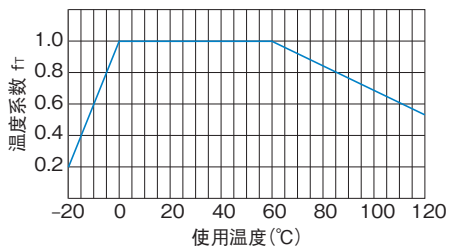

图2 温度系数
如果梯形丝杠的温度超过了常温范围, 梯形丝杠的耐焦化性和材料的强度将会下降。因此, 有必要将动态容许推力 (F) 乘以图2中显示的相应温度系数。
f_t : 温度系数 (参照图2)